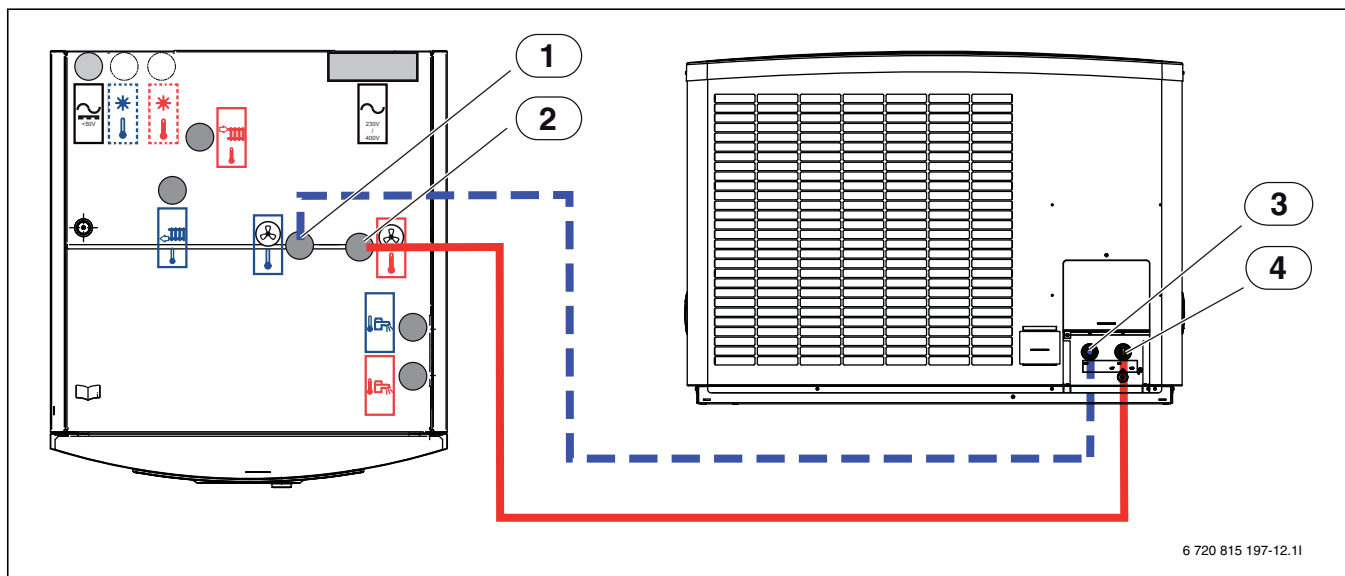

Bild 22 Wärmepumpenanschlüsse Wärmepumpenmodul
- ▶ Wärmepumpenrücklauf [3] an den Wärmeträger-Ausgang [1] Abbildung 22 anschließen.
- ▶ Vorlauf der Wärmepumpe [4] an Wärmeträger-Eingang [2] Abbildung 22. anschließen.